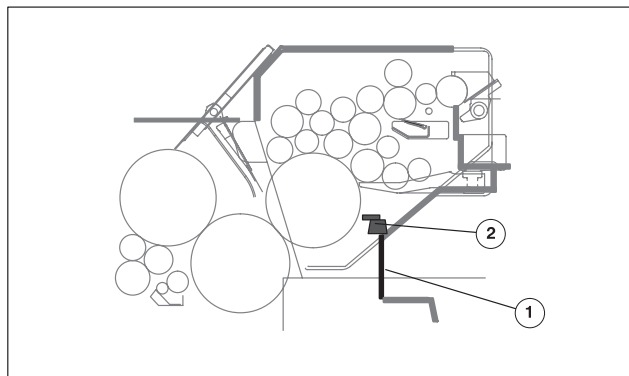

Рис. 7 Лампа самонаклада, место расположения
Лампа самонаклада (Рис. 7/②) установлена на траверсе перед формным цилиндром ПС 2.
- ❶ **Перед заменой лампы самонаклада выключить главный выключатель.**
- ❷ Слегка приподнять опорную раму самонаклада и повернуть вниз упоры рамы.
- ❸ Опорную раму отвести вниз.
- ❹ Открыть защитное ограждение над самонакладом (Рис. 7/❶).
- ❾ Закрыть защитное ограждение под самонакладом (Рис. 7/❶).
- ❿ Опорную раму отвести вверх, упоры повернуть вверх, раму установить на упоры.